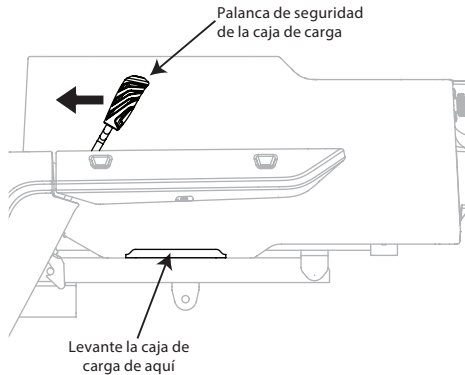

Figura 3-9
3. Para las cargas ligeras, desenganche la caja de carga empujando hacia adelante la palanca de seguridad. Mientras mantiene la palanca de seguridad hacia adelante con una mano, eleve la caja de carga con la otra. Consulte las Figura 3-9.